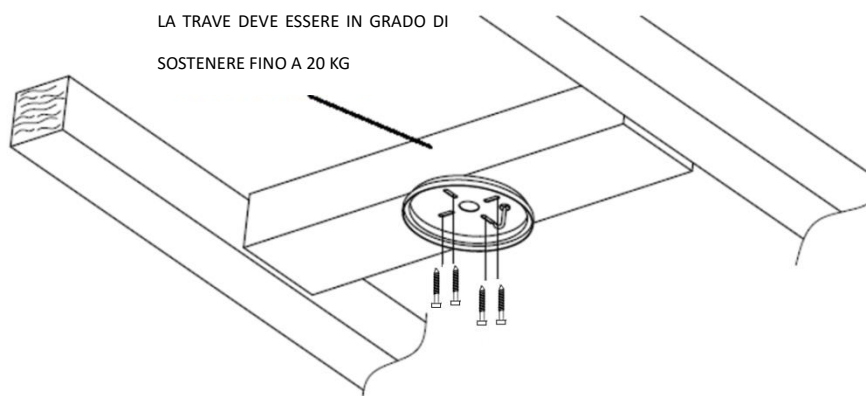

Fig. 2
- Fissare la staffa di supporto a una struttura o una trave del soffitto in grado di sostenere un carico di almeno 20 kg con le 4 viti lunghe fornite. Assicurarsi che almeno 30 mm della vite siano inseriti nella struttura (Fig. 2)